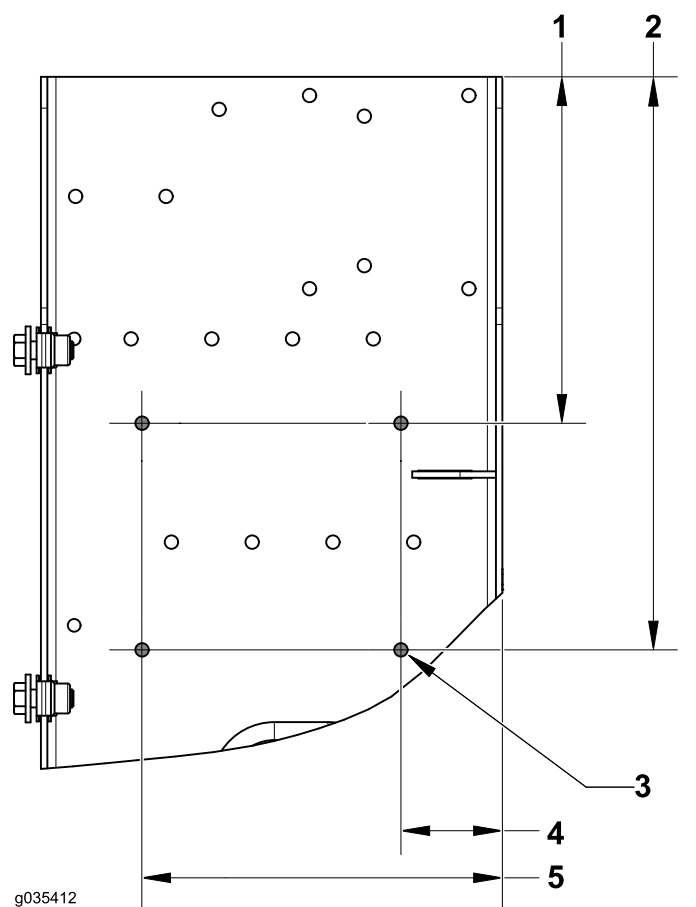

**Figura 7**
- Localize e faça os furos seguintes para o transmissor (Figura 7).